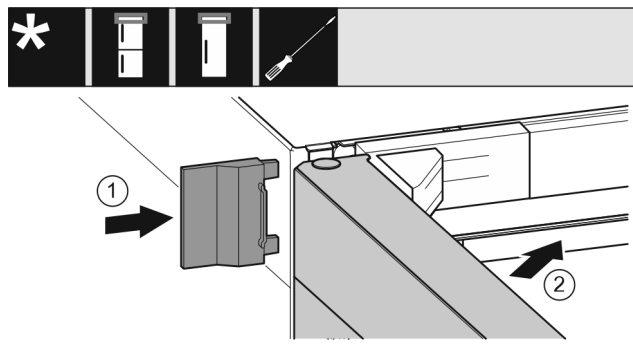

Fig. 28
- Buitenste afdekking Fig. 28 (1) erop schuiven.
- Bovenste deur Fig. 28 (2) sluiten.